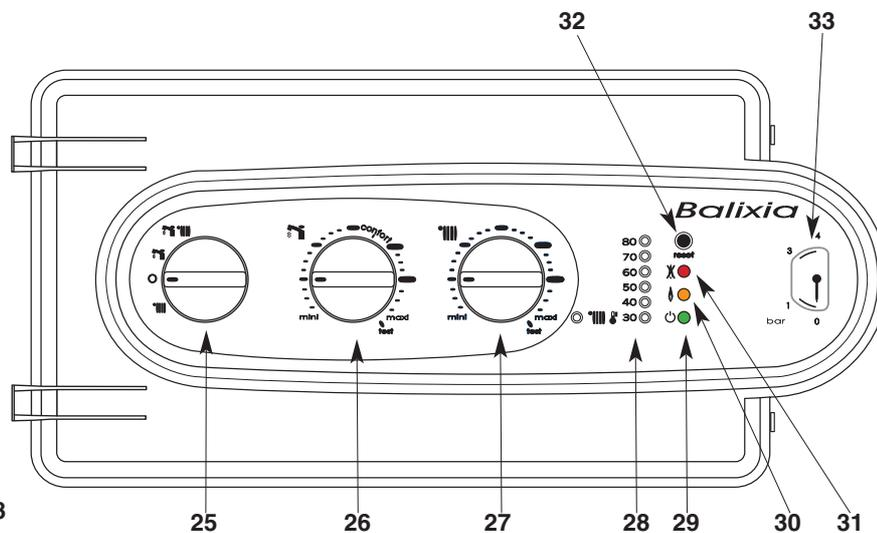

Fig. 18
- Placez le commutateur **25** (fig. 18) en position «   » voyant vert **29** allumé ; le voyant orange **30** (fig. 18) s'allume chaque fois que le brûleur entre en fonction. Pendant un puisage sanitaire, la fonction chauffage est interrompue.
Le bouton de réglage du chauffage **27** «  » (fig. 18) donne la possibilité d'ajuster la température de l'eau du circuit de chauffage en fonction des besoins saisonniers.
L'indicateur **28**  (fig. 18) affiche cette température.
- Placez le commutateur **25** (fig. 18) en position «  » voyant vert **29** allumé.
- Placez le commutateur **25** en position « **O** » le voyant vert **29** (fig. 18) reste allumé. Les fonctions hors gel de la chaudière restent actives. Dégommage de pompe et de vanne distributrice.
*Ne pas oublier de le rouvrir en début de saison de chauffage, lorsque l'on replace le commutateur **25** (fig. 18) en position «   ».*